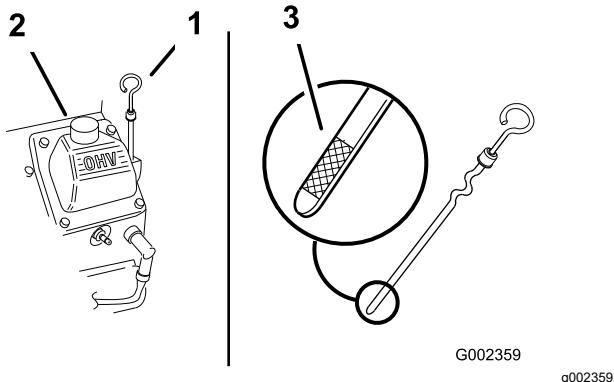

Figure 24
3. Nettoyez la surface autour de la jauge d'huile (Figure 24) pour éviter que des impuretés tombent dans l'orifice et endommagent le moteur.
4. Retirez la jauge d'huile et essuyez soigneusement l'extrémité (Figure 24).
5. Insérez la jauge au fond du goulot de remplissage (Figure 24).
6. Versez avec précaution environ 80 % de la quantité d'huile spécifiée dans l'orifice de remplissage (Figure 24).